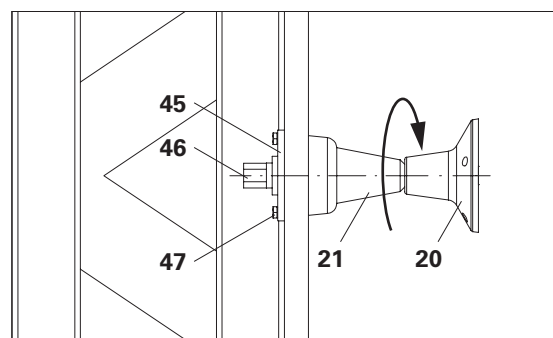

Fig. A5.11
1. Dal retro del manto, infilare la vite di predisposizione M24 (46) nel foro.
2. Dal lato anteriore del manto, avvitare l'ancoraggio (20 + 21) e stringere fino in fondo. (Fig. A5.11)
3. Per la stabilizzazione, collegare saldamente la piastra filettata DW20 (20) all'armatura.